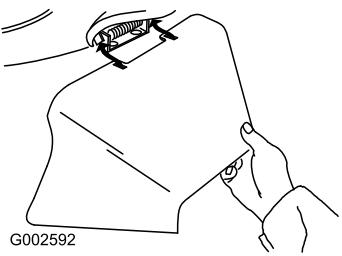

Figure 30
- Montez l'éjecteur latéral et rabattez le volet sur l'éjecteur (Figure 30).